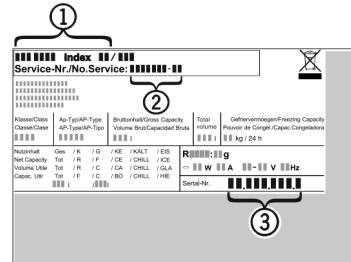

Fig. 11
- Прочетете от идентификационната табелка описането на уреда Fig. 11 (1), сервизния № Fig. 11 (2) и серийния № Fig. 11 (3). Идентификационната табелка се намира на лявата вътрешна стена на уреда.
- Обадете се на сервизната служба и посочете неизправността, описането на уреда Fig. 11 (1), сервизния № Fig. 11 (2) и серийния № Fig. 11 (3).